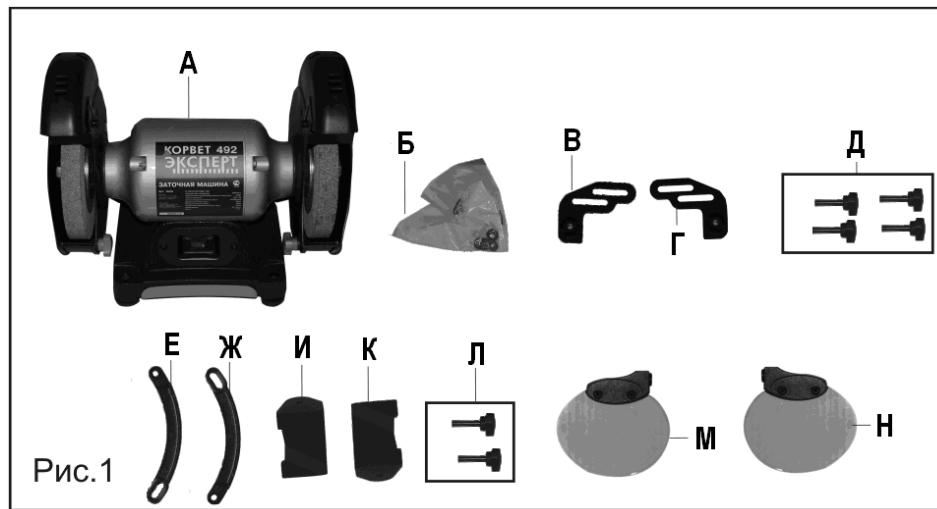

Рис.1
В комплект поставки входит, Рис. 1:
Примечание: Устанавливая винты (3, 13, 10), используйте по одной на каждый из винтов плоскую и пружинную шайбы из комплекта шайб (Б), Рис. 1. Пружинную
9.3. Винтом (Л), Рис. 1, предварительно закрепите защитный экран (9) на держателе (12).